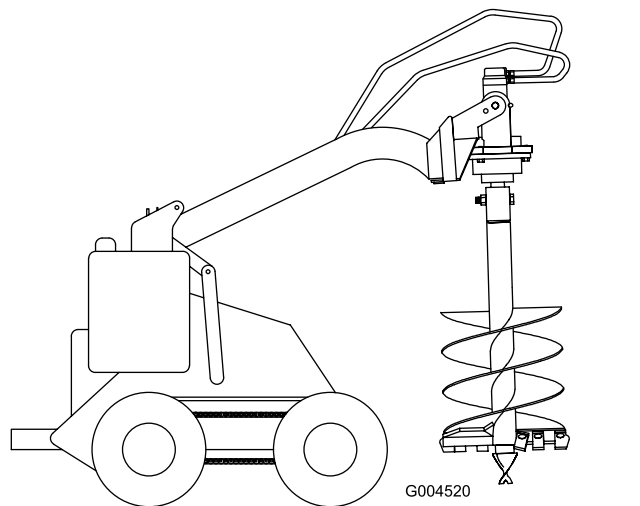

Figure 9
12. Élevez la tarière au-dessus du sol (Figure 9).
13. Lorsque la tarière est verticale, inclinez la plaque de montage en arrière jusqu'à ce que la tête d'entraînement touche la plaque, ce qui stabilise la tarière et l'empêche d'osciller (Figure 9).